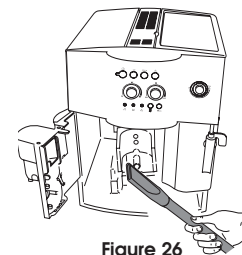

Figure 26
- Nettoyez avec soin l'intérieur de l'appareil en le grattant avec une fourchette en plastique ou en bois (Figure 25) puis récupérez tous les résidus avec un aspirateur (Figure 26).